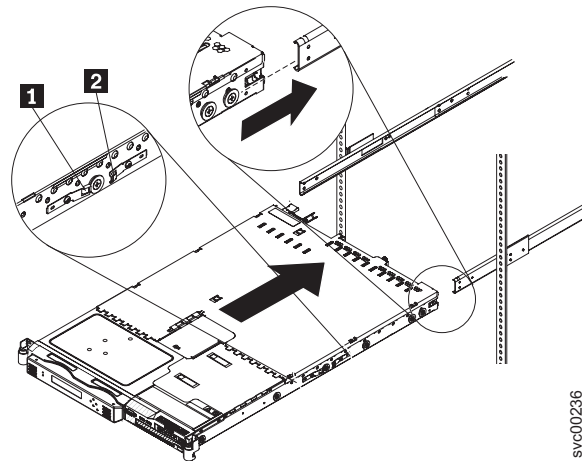

図 110. ラック・スライドと SAN ボリューム・コントローラー 2145-8G4 とを位置合わせする方法
2. ノード上の 2 つの後部ホイールをスライド内の開口部に位置合わせしてから、ノードをスライドの中に押し込んで、後部スライド・リリース・ラッチ (519 ページの図 110 の **2**) がカチッと音を立てて所定の位置に収まるようにします。これにより、スライド内でノードがロックされます。
4. ノードの両サイドにある前面スライド・リリース・ラッチ (図 110 の **1**) を押して、ノードをラック・キャビネットの中へ移動し、外側に戻してノードが自由に動くことを検証します。